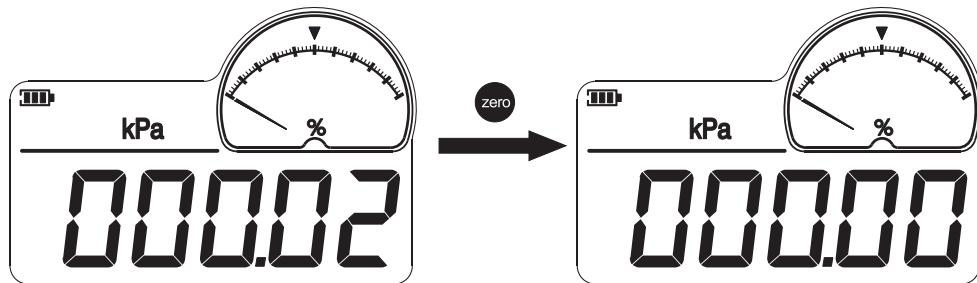

图 7-3-1 :表压的清零过程
(1) 表压型ConST211：把ConST211的引压口通大气，如果当前压力测量数值在(-1% ~ 1%) FS范围内时，按 **zero** 键，可对测量数值进行清零。表压型ConST211的清零过程如图7-3-1：